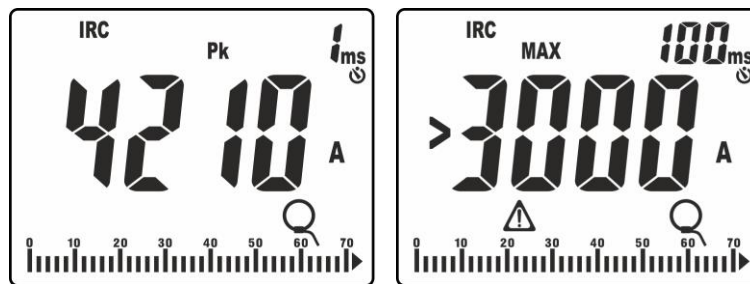

Fig. 42: Ejemplos de visualizaciones de la corriente de arranque
- Valor de pico “Pk” calculado en un **1ms** (vea la Fig. 42 – parte izquierda)
11. Si la corriente medida es mayor que el FE configurado de la pinza, el mensaje como el reportado en la Fig. 42 – parte derecha (relativo a FE = 3000A) se muestra en el visualizador